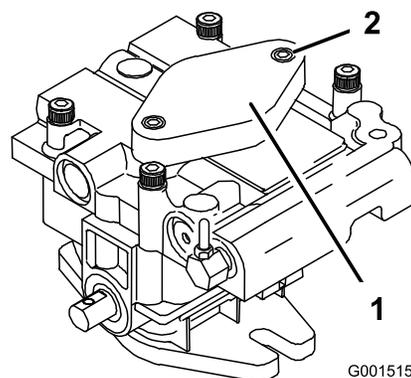

Figura 62
- Para cebar la bomba de carga, afloje los 2 tornillos allen (Figura 62) únicamente 1-1/2 vuelta. Asegúrese de que el motor no está en marcha. Levante el alojamiento de la bomba de carga y espere a que fluya un caudal constante de aceite de debajo del alojamiento, y apriete los tornillos.